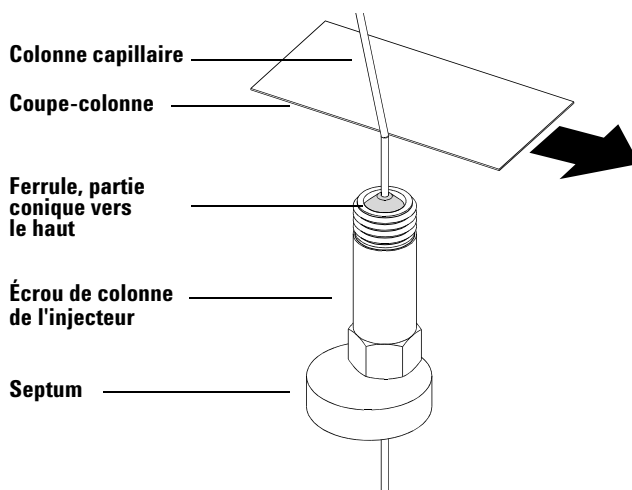

Figure 6 Préparation d'une colonne capillaire pour son installation
- 1 Enfiler l'extrémité libre de la colonne à travers un septum, un écrou de colonne et une ferrule conditionnée (Figure 6). Le côté conique de la ferrule doit être orienté vers l'extérieur de l'écrou de colonne.